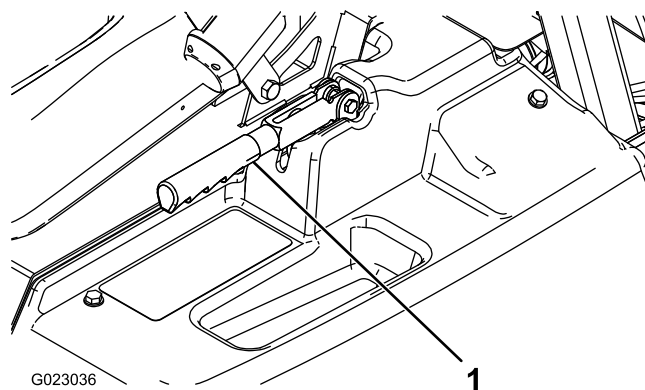

Рисунок 54
2. Ослабьте установочный винт, который крепит ручку к рычагу стояночного тормоза (Рисунок 54).